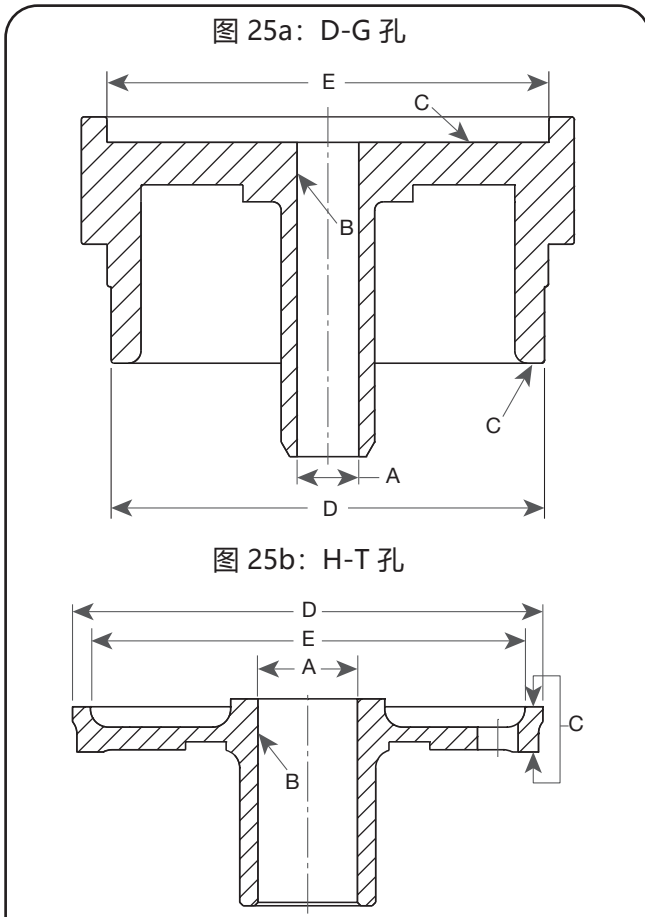

图 25: 导向装置 (金属座和软座)
- “A” 尺寸 (见图 25) 超过表 6 中的 A 最大值。